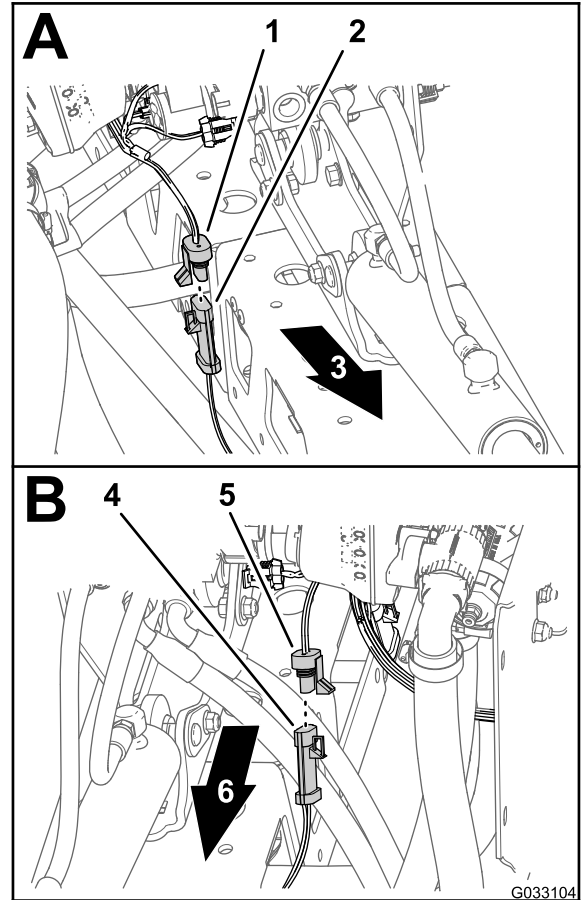

Bild 33
1. Ziehen Sie den 3-Buchsen-Stecker des Kabelbaums für den Sonic Boom vom 3-Stift-Stecker des Kabels für den rechten Ultra Sonic-Sensor ab (Bild 33)..
2. Ziehen Sie den 3-Buchsen-Stecker des Kabelbaums für den Sonic Boom vom 3-Stift-Stecker des Kabels für den linken Ultra Sonic-Sensor ab (Bild 33)..